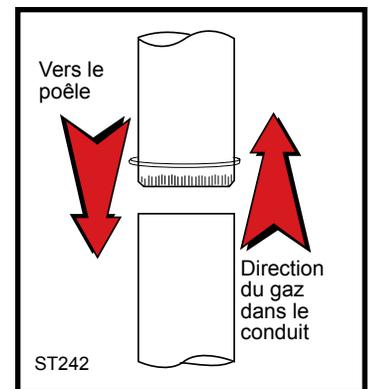

Fig. 5 Carneau.
- Commencez l'assemblage de la buse au poêle. Insérez la première extrémité gauffrée dans la buse du poêle et dirigez chacune des extrémités gauffrées vers le poêle. (Fig 5) À l'aide des trous dans la buse utilisés comme guides, percez des trous de 3mm (1/8 po) au bas de la première section du carneau et fixez-le à la buse à l'aide de trois vis autotaraudeuses no. 10 x 12,7 mm (1/2 po). Soulevez la plaque chauffante et recouvrez la surface du poêle entre l'ouverture de la plaque chauffante et l'avant de la buse afin de protéger le fini lorsque vous percez le trou avant.
- Fixez chaque joint entre les portions du raccord de cheminée, y compris les joints télescopiques, avec au moins trois (3) vis à tôle. Les trous pré-perçés dans la partie supérieure de chaque carneau servent de guide pour percer les trous de 3mm (1/8 po) dans le bas de la section suivante.